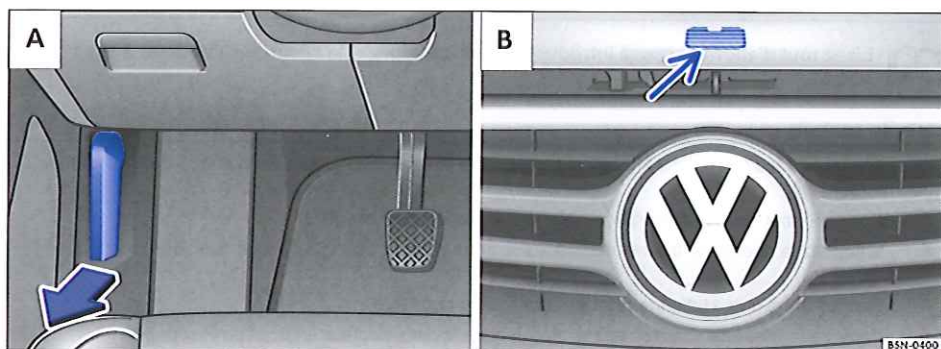

Fig. 189 A : au niveau du plancher côté conducteur : levier de déverrouillage du capot-moteur ; B : au-dessus de la grille de calandre : levier d'ouverture.
- La porte du conducteur étant ouverte, tirez le levier de déverrouillage ⇒ fig. 189 A dans le sens de la flèche. Le capot-moteur est éjecté du dispositif de verrouillage du porte-serrure sous l'action d'un ressort ⇒ .
- Soulevez le capot-moteur par le levier d'ouverture ⇒ fig. 189 B (flèche) et maintenez-le dans cette position.